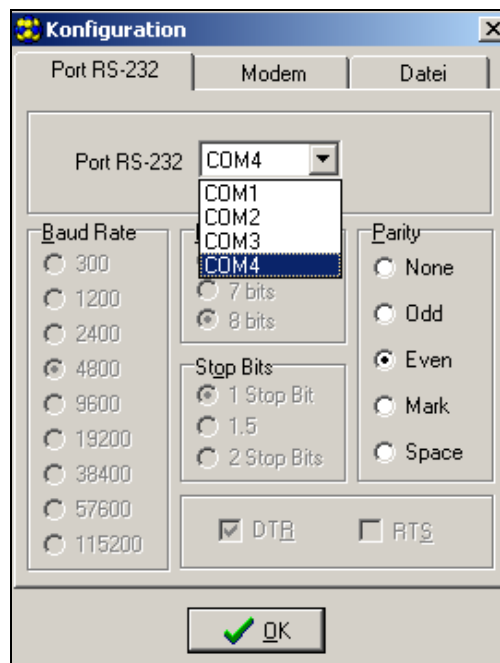

Abb. 12. Fenster „Konfiguration“.
4. Wählen Sie den Port des Computers aus, an den das Modul angeschlossen wurde (siehe: Abb. 12).